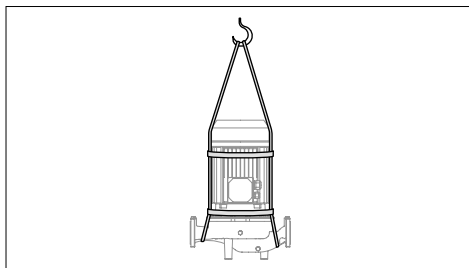

FIG. 1 Løft af 3E-pumper ved hjælp af løftetov
- Fjern boltene mellem pumpehuset og motorbeslaget, og fjern motoren aksialt. Brug et egnet hejseværk ved løft/flytning af pumpen. (FIG. 1) Vær særlig opmærksom under afmonteringen, når pumperne er installeret i vandret position. Understøt motoren, før boltene på motoren og pumpehuset løsnes.